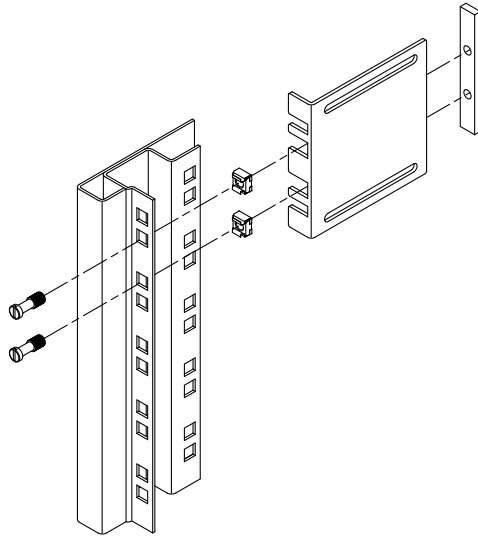

FIGURA 3-10 Fijación del bastidor a los soportes
7. Levante cada soporte corto hasta la posición deseada en la parte *frontal* del bastidor y acople un soporte corto a cada una de las posiciones verticales frontales del bastidor (FIGURA 3-10).
Use dos de los tornillos de abrazadera M6 de latón y tuercas encajadas M6 (si fuera necesario) y una tira con rosca, para fijar cada soporte (FIGURA 3-10).
8. Levante cada soporte largo hasta la posición deseada en la parte *posterior* del bastidor y acople un soporte largo a cada una de las posiciones verticales posteriores del bastidor (FIGURA 3-10).